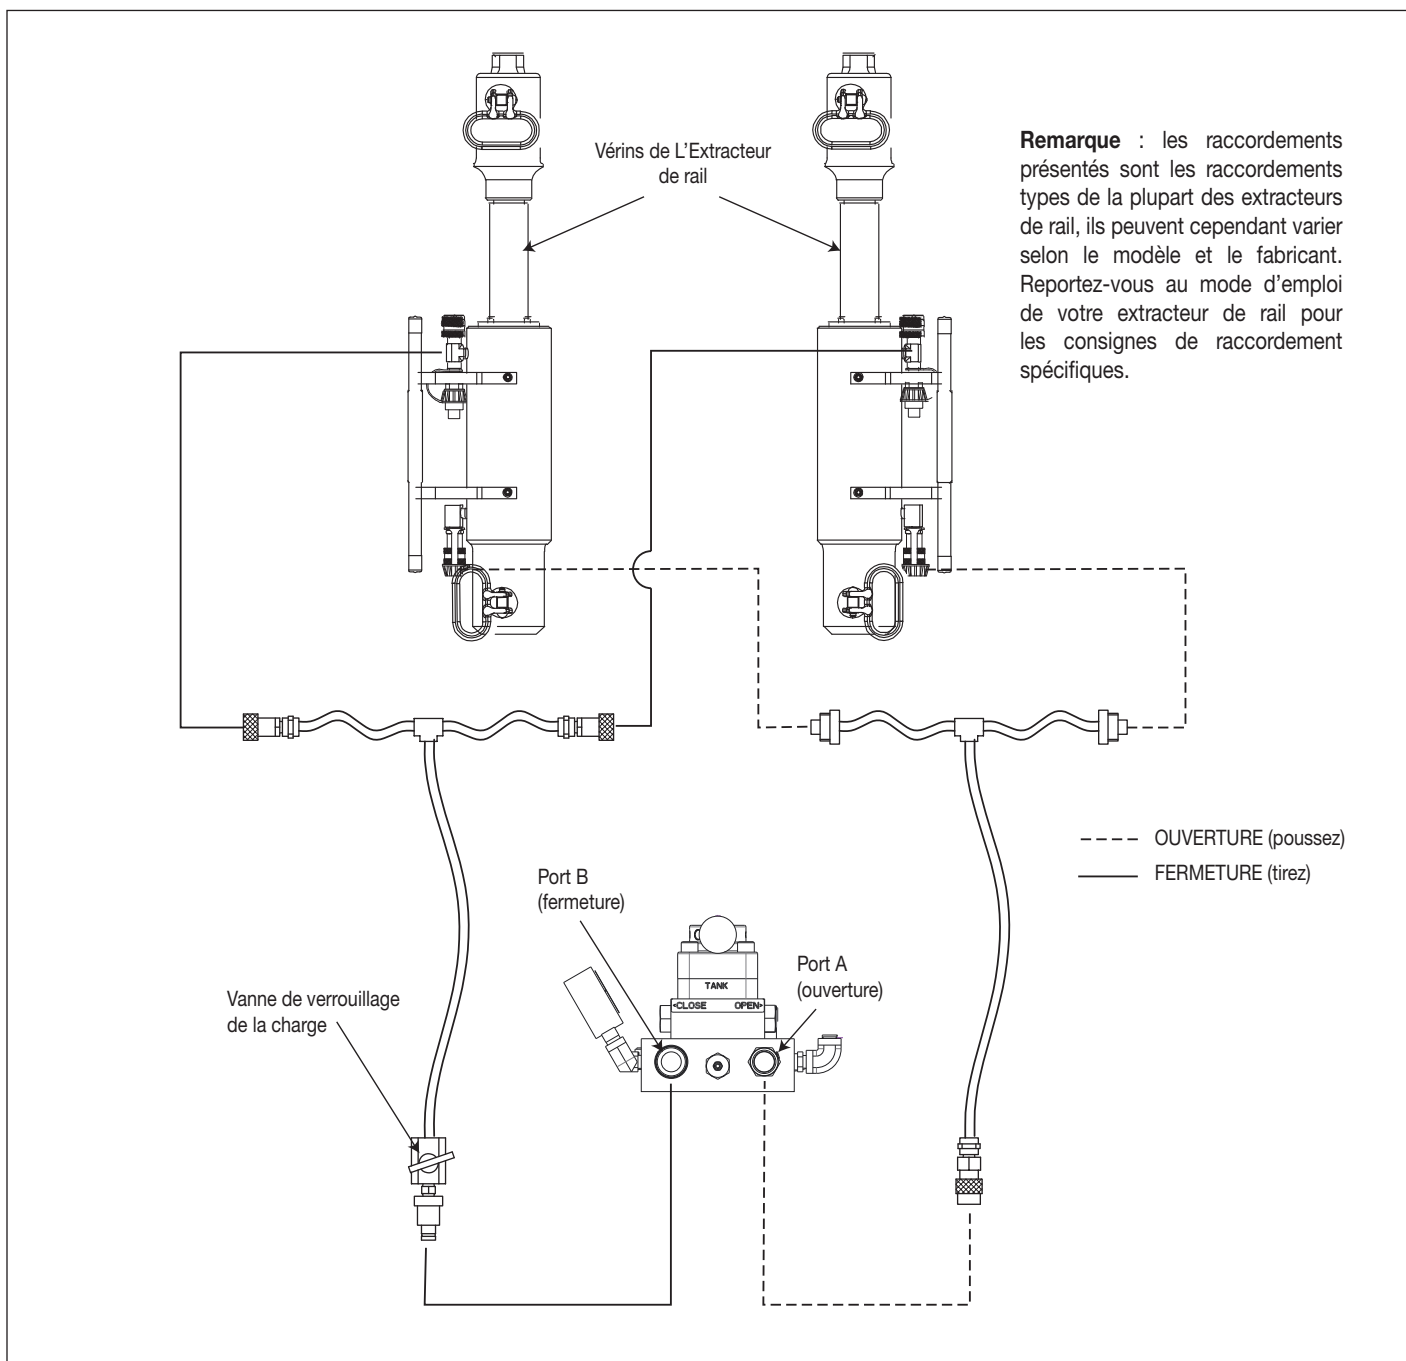

Figure 4 : disposition des flexibles hydrauliques (installation type)
Le collecteur du distributeur dispose de raccords rapides face plane de la série FR Enerpac. Les autres flexibles et raccords doivent être fournis par l'utilisateur. Reportez-vous à la figure 4 pour le schéma de raccordement d'une mise en place type.
AVIS Lorsque le levier est placé en position neutre/maintien (3), le distributeur coupe le débit hydraulique dans les flexibles des vérins. L'utilisation d'une vanne de verrouillage de la charge distincte dans le circuit d'extraction (fermeture) est fortement recommandée, comme indiqué sur la figure 4.